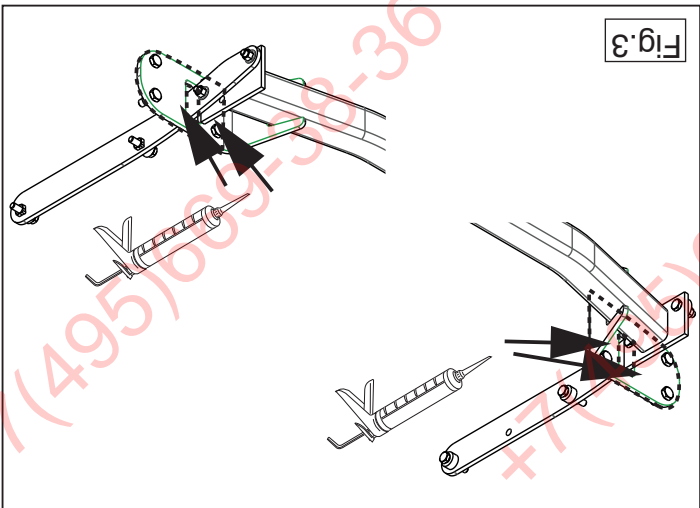

Fig. 3
12. Seal the portions indicated (see fig. 3).
12. Kit de aangegeven delen af (zie fig. 3)
12. Die angegebenen Teile kitten (siehe Abb. 3).